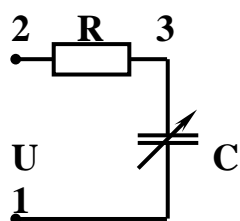

Рисунок 2. Емкостный преобразователь в составе интегрирующей цепи
8. Собираем электрическую схему цепи (рисунок 2) и предъявляем ее для проверки преподавателю.